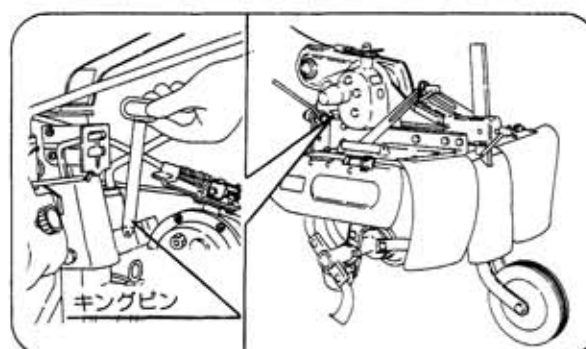

図14
① 本機（ティラー）の後部ヒッチとロータリ本体の連結金具にキングピンを差込みます。（図14）